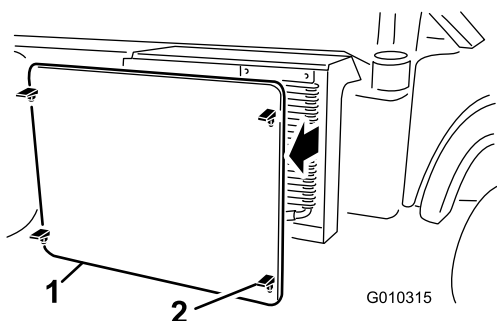

Рисунок 62
2. Расфиксируйте и снимите решетку радиатора с передней стороны радиатора (Рисунок 62).